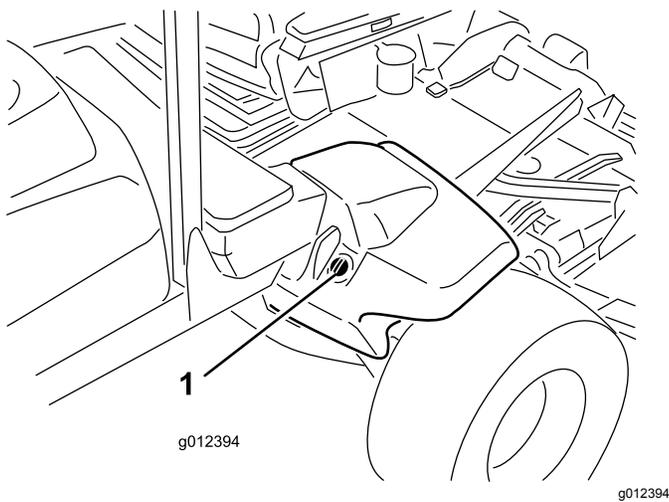

Figure 21
2. Nettoyez la surface autour du goulot et du bouchon de remplissage du réservoir hydraulique (Figure 21). Enlevez le bouchon du goulot de remplissage